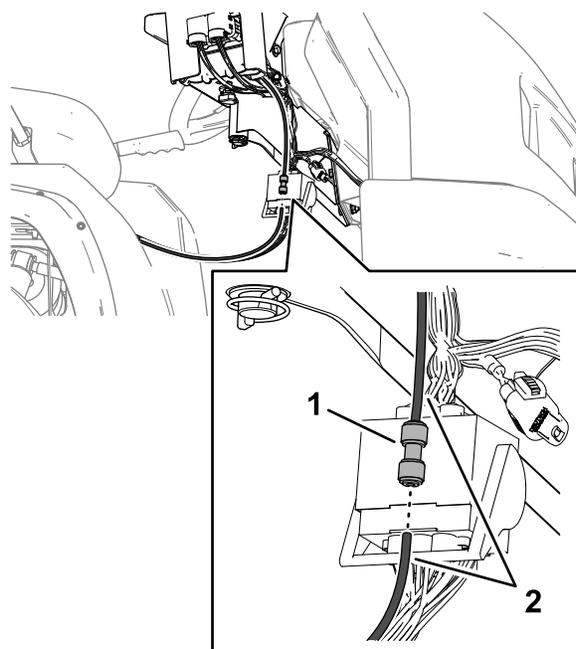

Рисунок 133
1. Вставьте трубку датчика давления в штуцер, подсоединяемый нажатием, до полной посадки (Рисунок 133).